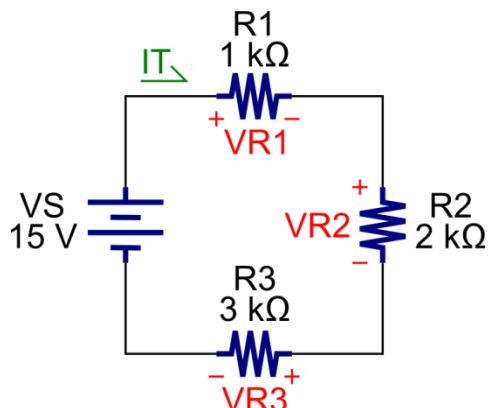
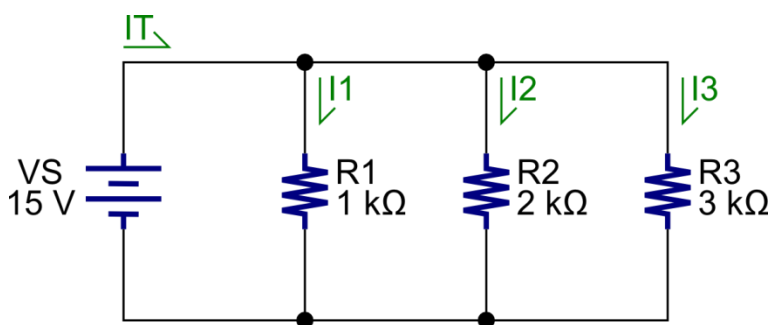

Figura 1. Circuito en serie para comprobar LVK.
Figura 2. Circuito en paralelo para comprobar LCK.
4. Verifique de manera teórica que la sumatoria de tensiones en el circuito de la Figura 1 es igual a cero, y que la sumatoria de corrientes en el nodo superior del circuito de la Figura 2 es cero. Escriba los cálculos necesarios en la bitácora.
1. Construya el circuito de medición de la Figura 1.
1. Construya el circuito de medición de la Figura 2. Deje el espacio suficiente para conectar un amperímetro en serie con las resistencias.